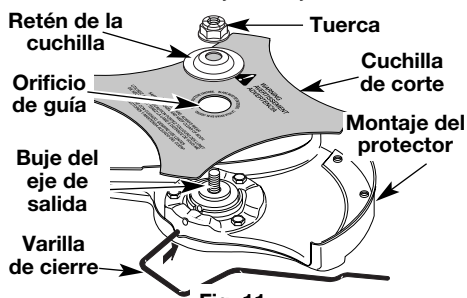

Fig. 11
4. Coloque la cuchilla de corte en el buje del eje de salida (Fig. 11).